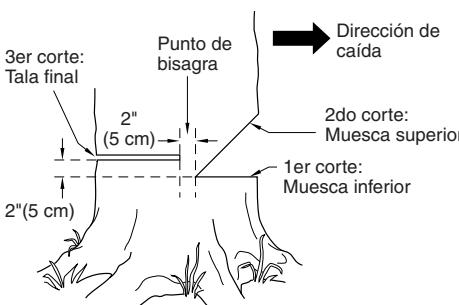

Figura 14 - Tala de un árbol
La preparación correcta de una muesca determinará la dirección en que caerá el árbol. Corte la muesca del lado del árbol correspondiente a la dirección en la cual desea que éste caiga (vea la Figura 14). Siga las instrucciones a continuación para cortar la muesca.
1. Haga el corte inferior de la muesca tan cerca del suelo como sea posible. Sujete la sierra de modo que la barra de guía se encuentre en posición horizontal. Corte a través del tronco del árbol hasta atravesar 1/3 de su diámetro (vea la Figura 14). *Nota:* Haga siempre este corte inferior horizontal en primer lugar. Si la hace en segundo lugar, el árbol puede presionar la cadena o la barra de guía.
2. Comience el corte superior de la muesca a una distancia del corte inferior igual a la profundidad de éste. *Por ejemplo:* Si el corte inferior tiene una profundidad de 20 cm, comience el corte superior 20 cm por encima de aquél. Corte en dirección hacia abajo y a un ángulo de 45°. El corte superior de la muesca debe llegar y unirse al punto final del corte inferior (vea la Figura 14).
1. Haga el corte de tala final 5 cm por encima del corte inferior de la muesca y sobre el lado opuesto del árbol (vea la Figura 14). Mantenga el corte de tala final paralelo al corte inferior de la muesca.
ADVERTENCIA: No atraviese el árbol completamente. Deje alrededor de cinco centímetros de diámetro sin cortar, directamente detrás de la muesca (vea la Figura 14). Esta porción sin cortar funciona a manera de bisagra. La bisagra ayuda a evitar que el árbol se tuerza y caiga en la dirección equivocada.